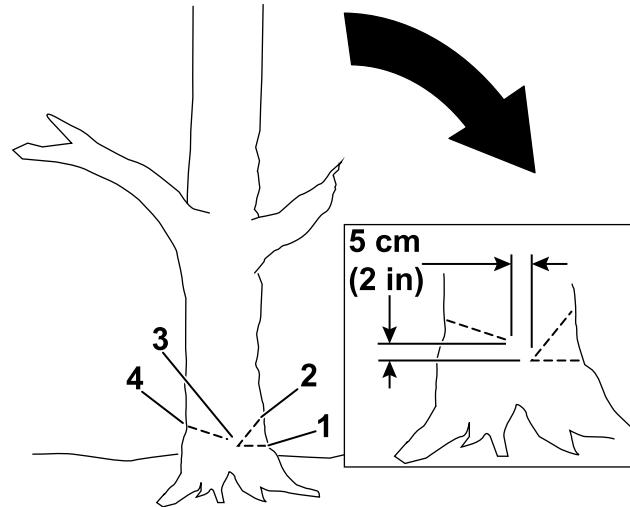

Figure 18
4. Commencez par couper le tiers du diamètre de l'arbre, du côté où vous voulez qu'il tombe (Figure 18).
5. Faites une deuxième coupe oblique pour former une encoche, en commençant au moins 5 cm (2 po) au-dessus de la première coupe (Figure 18).
6. Faites le trait d'abattage du côté opposé à l'encoche et environ 5 cm (2 po) plus haut que le bas de l'encoche, comme montré à la Figure 18.
Important: Arrêtez la troisième coupe 2,5 à 5 cm (1 à 2 po) avant l'encoche pour former une charnière entre les coupes (Figure 18), ce qui empêche l'arbre de tomber dans la mauvaise direction ou de pivoter dans sa chute.
Remarque: Quand le trait d'abattage approche de la charnière (Figure 18), l'arbre devrait commencer à tomber.